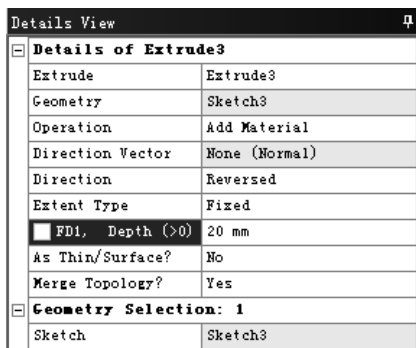

图 3.10.12 “Details View”对话框
(2) 在工具条中单击  Extrude 按钮，弹出图 3.10.12 所示的“Details View”对话框，使用草图 3 作为截面，在 **Operation** 下拉列表中选择 **Add Material** 选项，在 **Direction** 下拉列表中选择 **Reversed** 选项，在 ☐ **FD1, Depth (>0)** 文本框中输入数值 20，其他采用系统默认设置值。单击工具条中的  Generate 按钮，完成拉伸特征 3 的创建。